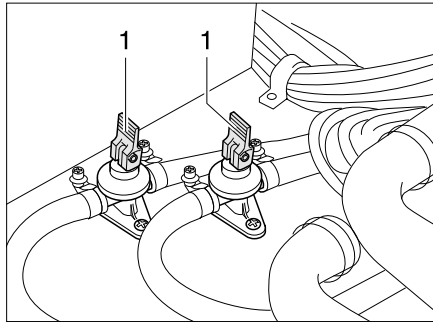

Bild 125 Ablasshähne
- Ablasshähne schließen. Dazu die Kipphebel (Bild 125,1) waagrecht stellen.
- Ablasshähne (Bild 125) öffnen. Dazu die Kipphebel (Bild 125,1) senkrecht stellen. Der Boiler wird über die Ablasshähne nach außen entleert.